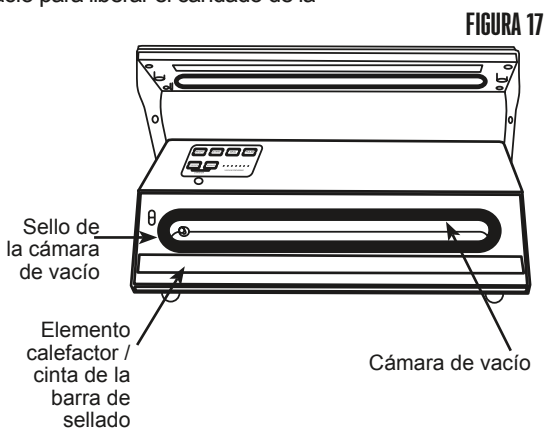

FIGURA 17
5. Retire el sello de la cámara de vacío (NOTA: El sello de la cámara de vacío NO cuenta con un respaldo adhesivo.) (FIGURA 17) desde la ranura alrededor de la cámara de vacío en la base del sellador a vacío.